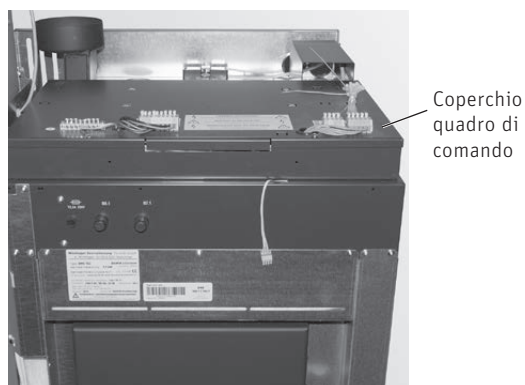

Fig. 110 Aprire il coperchio
- ▶ Aprire il coperchio del quadro di comando – Fig. 110.